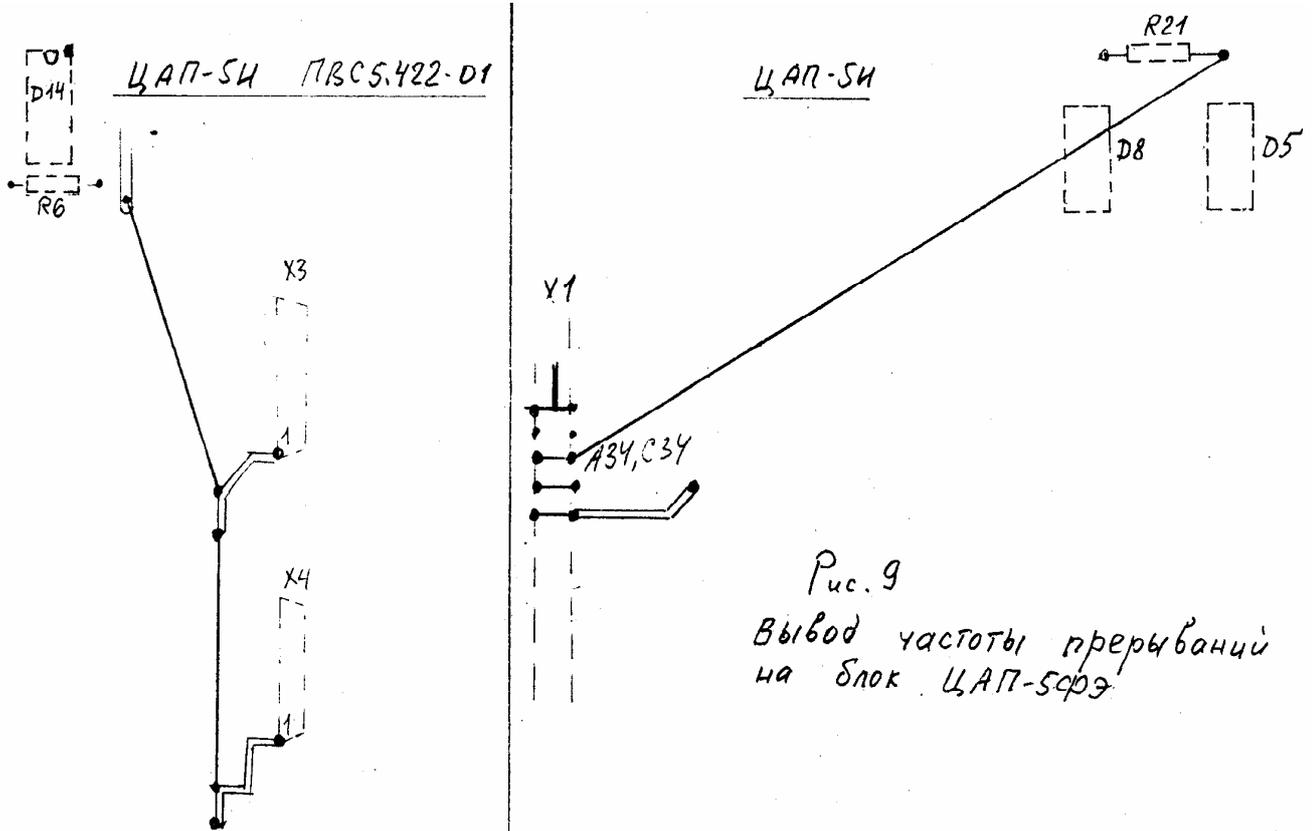

Рис. 9
8.1.2. Для совместной работы блока ЦАП–5И на втором платоместе блока логического с блоком ЦАП–5ФЭ на третьем платоместе делается доработка по рис. 9 с целью синхронизировать частоту прерываний (станок ОЦ–4В).